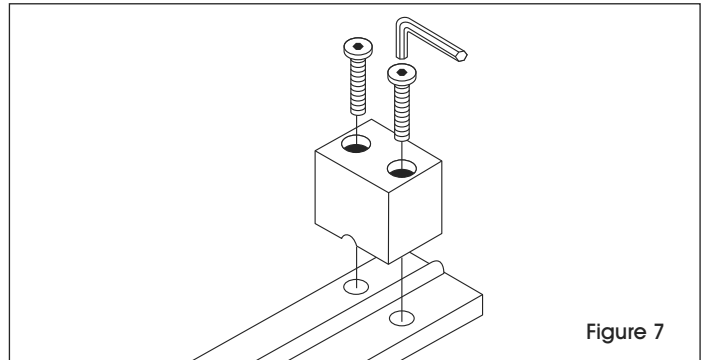

Figure 7
- Attach stops to the ends of the tracks using two bolts. (See Figure 7)
1. Fixez les butées aux extrémités des rails à l'aide de deux boulons. (Voir Figure 7)